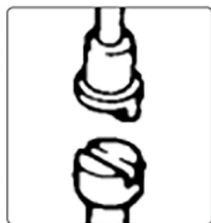

Fig.2
1. Ослабьте болт на скобе ручки и вставьте ручку в сборе (1).
2. Поверните ручку клапана сброса давления, чтобы установить соединительный шток в шток выпускного клапана, как показано на рис. 2.